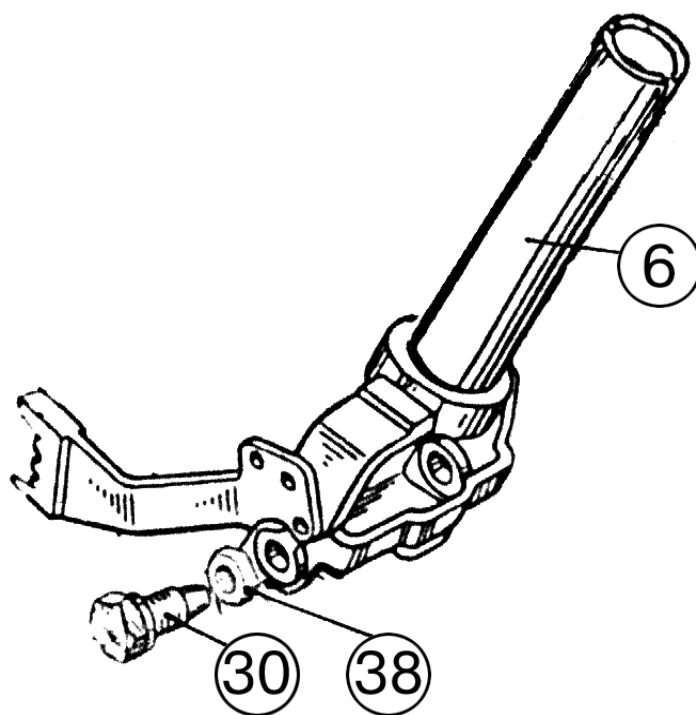

Рис.6.14
- 5) навинтите гайки (38), (рисунок 6.14), на винты (30) до упора, и ввинтите их на 2-3 оборота в резьбовые отверстия вилки трубы (6) с обеих сторон.